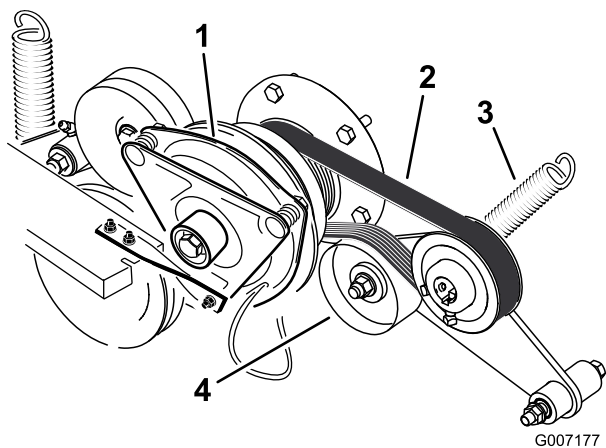

Figure 69
3. Décrochez le ressort du bras de la poulie de tension (Figure 69).
4. Montez la courroie neuve sur les poulies du moteur et des pompes hydrauliques (Figure 69).
6. Raccrochez le ressort au bras de la poulie de tension (Figure 69).